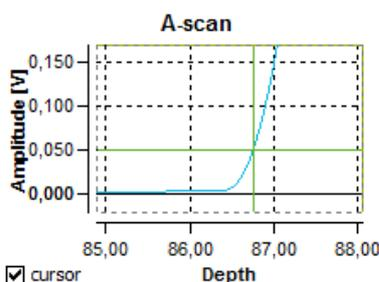

Abb. 58: Laufzeitbestimmung mittels Schwellenwert
**Threshold for velocity:** Bestimmt den Schwellenwert der Amplitude des A-Scans in Millivolt, bei dessen Erreichen die Laufzeit/Geschwindigkeit bestimmt wird (Abb. 58).